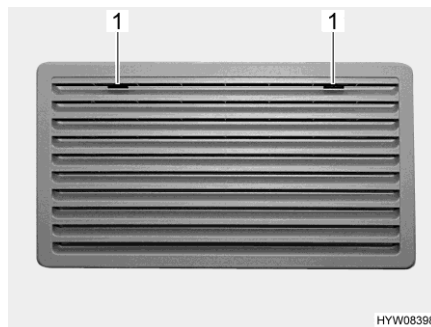
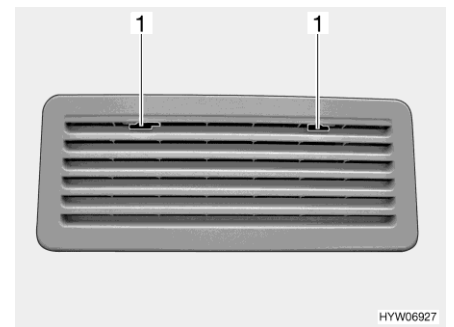

Bild 245 Kühlschrank-Lüftungsgitter
Bild 246 Kühlschrank-Lüftungsgitter
- Arretierung (Bild 245,1 oder Bild 246,1) zur Mitte schieben.